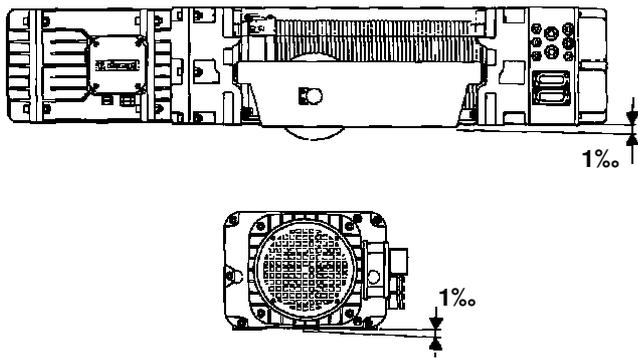

Abb. 26
- **Aufliegende Ausführung** auf einer Oberfläche, an der die Ringschrauben befestigt werden können: **Ebenheitstoleranz zwischen den Auflagepunkten  $\leq \pm 1\%$ .** (Abb. 26).